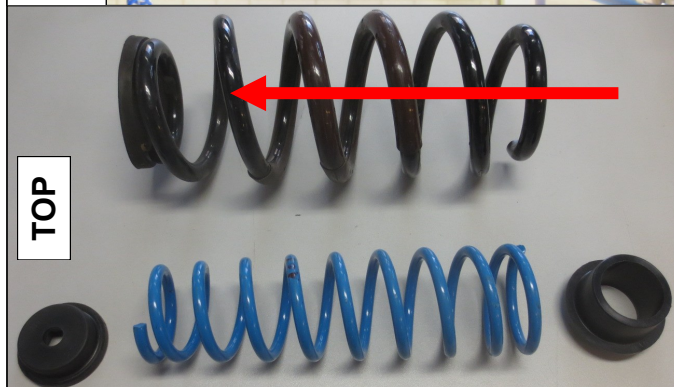

fig. 2
5. Schieben Sie Federteller A, Hilfsfeder C und Federteller B in der Hauptfeder. Siehe Abb. 2 & 3.
5. Placez la coupelle supérieure **A**, le ressort auxiliaire **C** et la coupelle inférieure **B** dans le ressort principal. Voir fig. 2 & 3.
5. Placera det övre fjädersätet **A**, hjälpfjädern **C** och det lägre fjädersätet **B** i hjälpfjädern **C**. Se fig. 2 & 3.